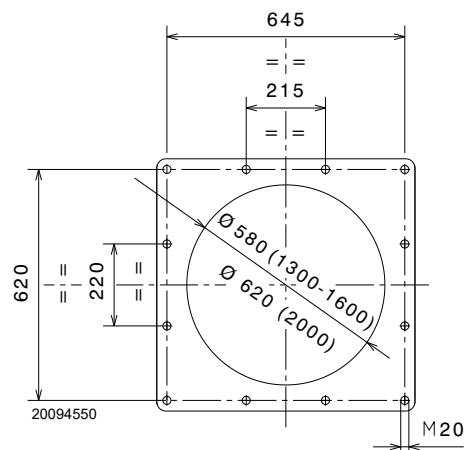

Abb. 13
Die Verschlussplatte der Brennkammer, wie in Abb. 13 durchbohren.
- Passen Sie den gesamten Brenner an der vorher vorbereiteten Kesselbohrung ein, wie aus Abb. 13 ersichtlich, und ziehen Sie die beige-packten Schrauben (mit einem Anzugsmoment von $250 \div 300 \text{ Nm}$) fest.